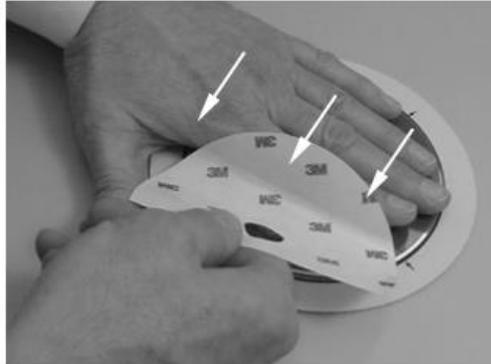

Figura 3. Retirando la parte larga del liner de la Tira y deslizando la Tira en el disco.
- 6) Retire el liner más largo de la Tira y coloque la Tira en el disco (**Figura 3**):